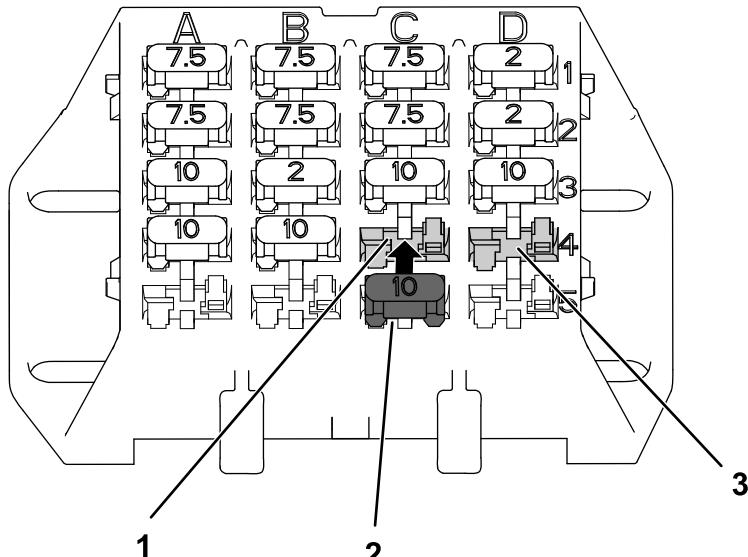

Рисунок 13
1. Если у вас машина более ранней модели, установите предохранитель в гнездо С4 блока предохранителей (Рисунок 13).